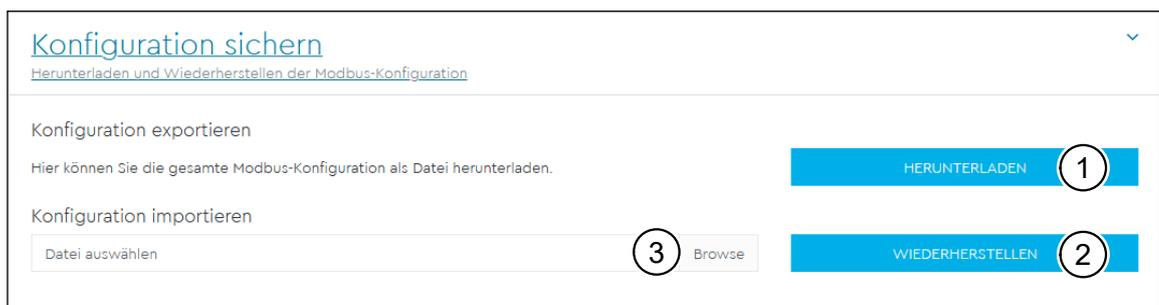

Abb. 45: App „Modbus-Einstellungen“ – Widget „Konfiguration sichern“
- **„Konfiguration exportieren“** ermöglicht über **„Herunterladen“** (Pos. 1 in Abb. 45) den Download der aktuell gespeicherten Konfiguration als Datei, z. B. auf einen PC.
- **„Konfiguration importieren“** ermöglicht über **„Wiederherstellen“** (Pos. 2 in Abb. 45) die Übernahme der Konfiguration aus einer zuvor exportierten Datei. Mit einem Klick auf **„Browse“** (Pos. 3 in Abb. 45) kann die zu importierende Datei gewählt werden.